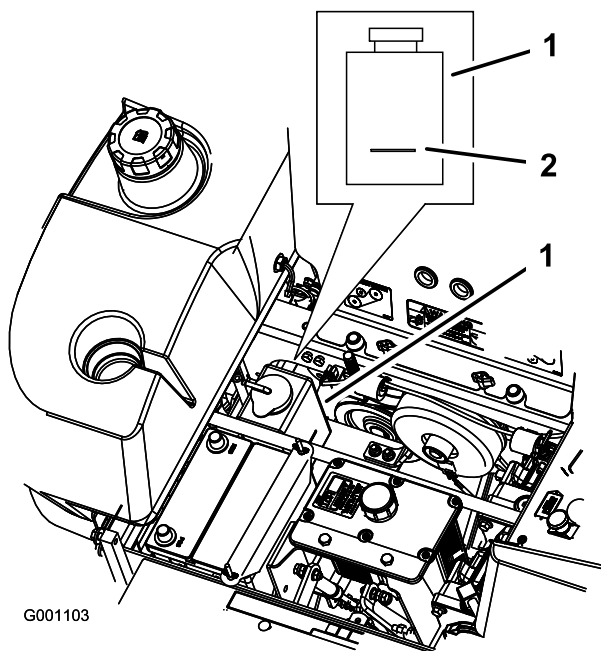

Figura 66
3. A motore freddo, controllate il livello della bottiglia di troppopieno. Il fluido deve raggiungere la sporgenza all'esterno della bottiglia di troppopieno (Figura 66).
4. Se il livello del refrigerante è basso, rabboccate la bottiglia di troppopieno con una miscela di 50% antigelo a lunga durata/DexCool® e 50% acqua (Figura 66).
5. Versate la miscela refrigerante 50/50 nella bottiglia di troppopieno e riempite fino alla linea tracciata sulla bottiglia (Figura 66).